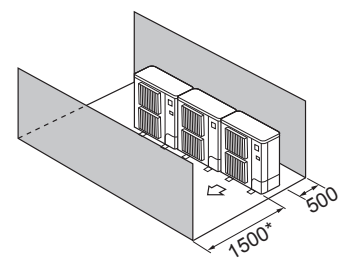

Fig. 2-12
- ④ Hindernisse nur auf der Vorder- und Rückseite (Fig. 2-12)